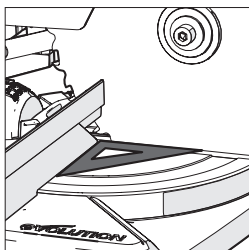

Fig. 14
- Plaats de hoeklineaal op de tafel met een korte kant tegen het hek, en de andere korte kant tegen het blad (vermijd de TCT tips van de zaagtanden) (**Fig. 14**).